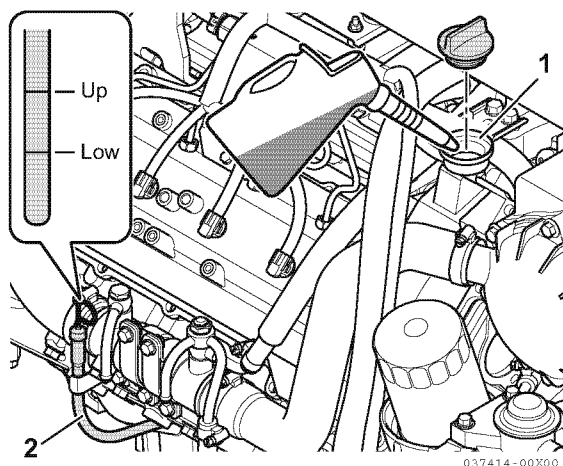

Figura 5
2. Retire la varilla de nivel (2, **Figura 5**) y límpiela con un trapo limpio.
1. Retire el tapón amarillo de la boca de llenado de aceite (1, **Figura 5**) y rellene con aceite de motor.
2. Llene con aceite hasta el límite superior de la varilla de nivel (2, **Figura 5**).